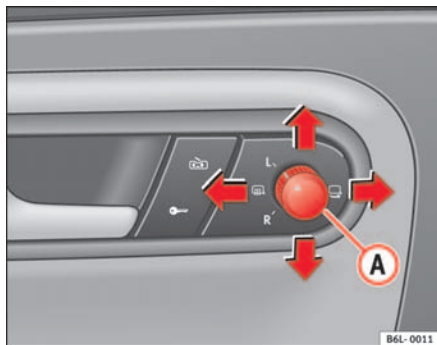

Fig. 68 Mando de los retrovisores exteriores
1. En primer lugar, gire el mando ⇒ fig. 68 hasta la posición **L (retrovisor izquierdo)**.
- Gire el mando hacia la posición de desempañado ☞ ⇒ fig. 68
- Gire el mando ⇒ fig. 68 hasta la posición ☞ para plegar los retrovisores exteriores. Para evitar daños en el vehículo, debería plegar los retrovisores exteriores siempre que utilice un túnel de lavado automático.